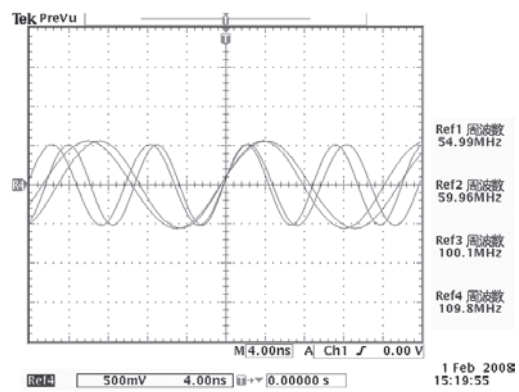
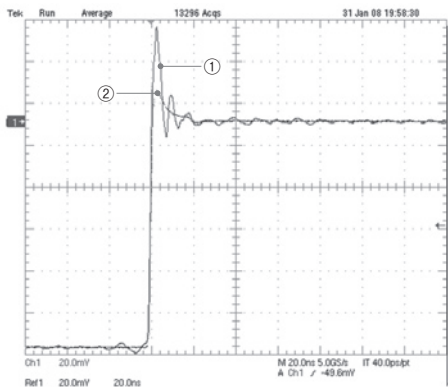

図2 理想的なプロービングの例
図3 グラウンドリードを使用した際のパルス波 (①の波形)
周波数の振幅を測定したら、その結果は-20%、+50%もの誤差を生じます。ちなみに理想的なプロービングをした場合のプローブ通過波形は図2のようになります。周波数が変わっても、振幅はほとんど変わりません。パルス波の形の変化でもグラウンドリードの影響を見ることができます。理想的な接続を行った②の波形に比べ、グラウンドリードを使った①の波形は大きく振動しています(図3)。この状態でマスクテストをしても、テストはパスしないでしょう。グラウンドリードによる影響は周波数特性でも見ることができます。理想的なプローブ接続における特性はほとんど平坦なはずですが、50MHzあたりから振幅に変化が表れ、60MHz付近において大きな谷を生じ、100MHzを越えると激しく特性が変動しています(図4)。